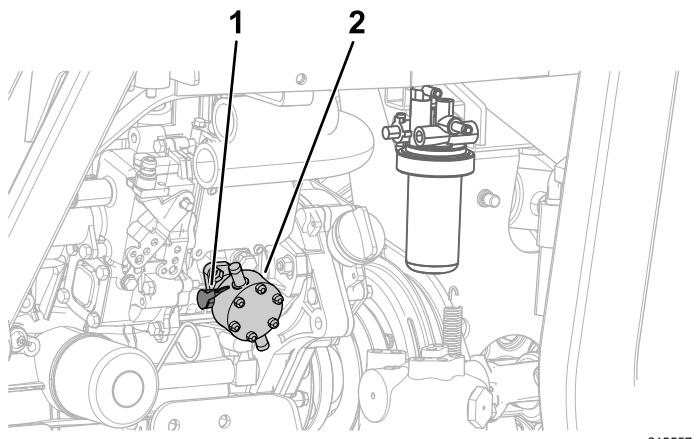

Рисунок 64
Накачивайте топливо рычагом топливного насоса с левой стороны двигателя, пока не будет заполнен стакан топливного фильтра (Рисунок 64).
7. Качайте топливо с помощью рычага топливного насоса до тех пор, пока через винт не пойдет сплошной поток топлива; см. Рисунок 64 в разделе Прокачка топливной системы \(страница 59\).